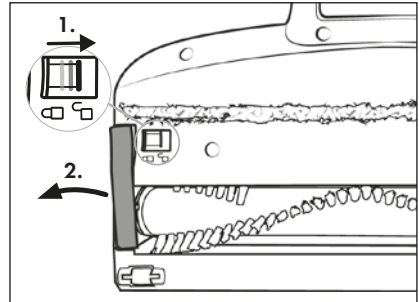

Abb. 24
- 2) Entriegeln Sie die Bürstenrolle **20**, indem Sie die Bürstenrollenentriegelung **18** mit dem Finger in Richtung des Symbols  (öffnen) schieben. Entfernen Sie dann den Bürstenrollenhalter **19** von der Bodenbürste **21** (siehe Abb. 24).